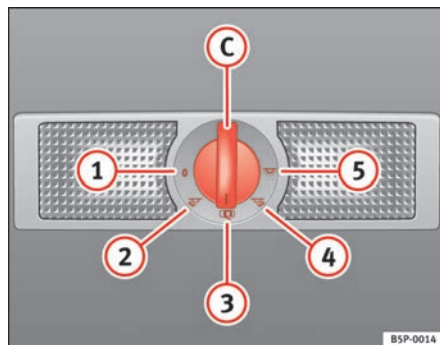

Abb. 82 Dachhimmel:
Mit dem Schalter ⇒ Abb. 82 C können Sie folgende Positionen wählen:
In der Schalterstellung ⇒ Abb. 82 ① sind die Innen- und Leseleuchten ausgeschaltet.